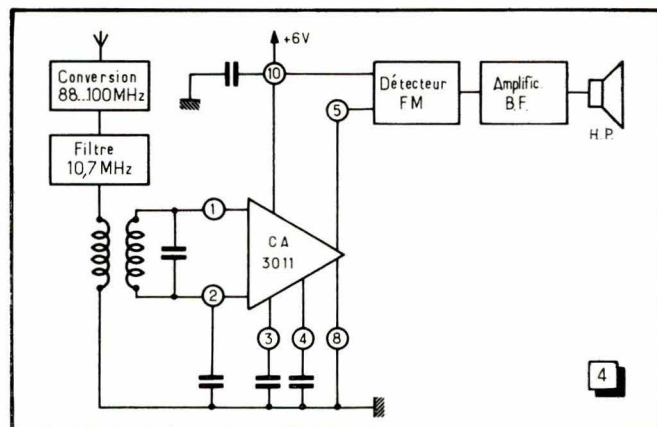

Fig. 3. — Disposition des connexions du CA 3011. La sortie 8 se trouve reliée au boîtier.
Avant d'essayer un circuit intégré, il convient donc d'en étudier les connexions. Le CA 3011 est présenté sous un boîtier ayant le diamètre d'un TO 5 (9 mm environ), mais une hauteur de 5 mm seulement. Il comporte 10 connexions (fig. 3), dont 7 seulement sont utilisées. Les connexions 2, 3 et 10 sont obligatoirement à découpler vers la masse (8), de préférence par des condensateurs à faibles pertes (film plastique, mylar, etc.) d'au moins 0,1 μ F. Les connexions de masse de tous ces condensateurs doivent être amenées séparément jusqu'à la sortie 8. Le découplage de la sortie 4 (0,1 μ F vers la masse) peut généralement être omis, si l'on utilise le circuit à des fréquences inférieures à 2 MHz. Dans ce cas, on peut également découpler 2, 3 et 10 par des électrochimiques, de préférence au tantale, et d'au moins 1 μ F.